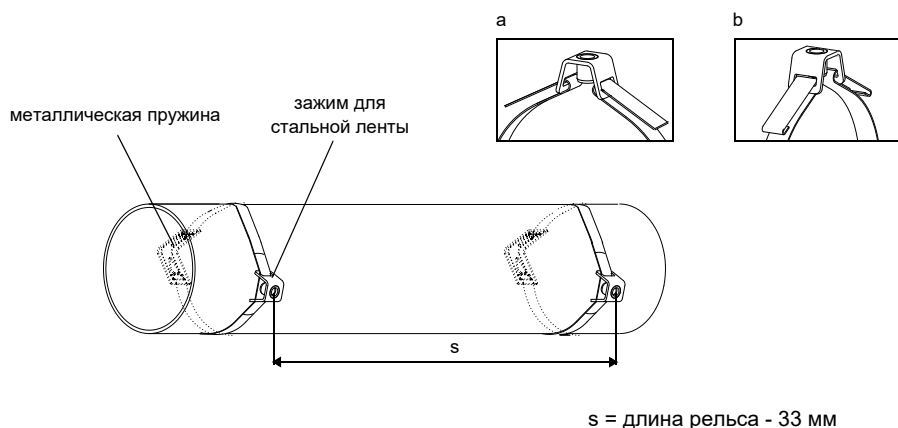

Рис. 8.36: Стальная лента с металлической пружиной и зажимом для стальной ленты на трубе
- Разместите стальную ленту вокруг трубы (смотри Рис. 8.36).
- Разместите металлическую пружину (если установлена) и зажим для стальной ленты (смотри Рис. 8.36):
- Протяните длинный конец стальной ленты через второй паз зажима для стальной ленты (смотри Рис. 8.36 а).
- Загните концы стальной ленты (смотри Рис. 8.36 b).
- Повторите шаги для закрепления второй стальной ленты. Установите стальные ленты на расстоянии s (смотри Рис. 8.36).